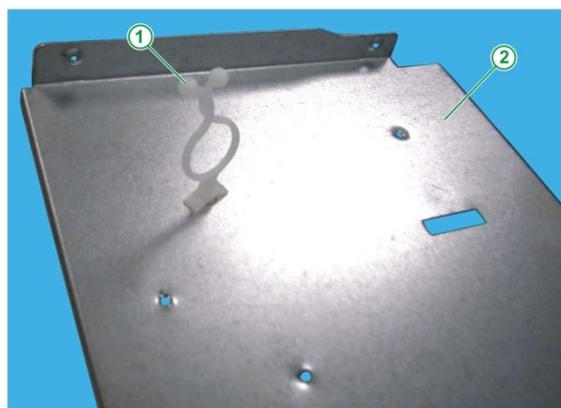

Fig. 8
11. Récupérer le collier en plastique pour le câblage de la plaque en tôle de protection des commandes (voir Fig. 8 et 9)